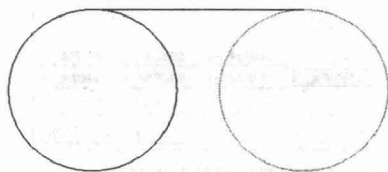

图 1-10 绘制线段 (1)
(2) 将鼠标指针移动到左侧圆顶部四等分点处，当指针形状变为  时，选中该点。使用同样方法捕捉右侧圆顶部的四等分点，单击鼠标左键绘出一条线段，如图 1-10 所示。